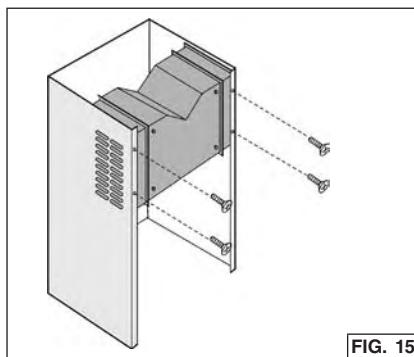

FIG. 15
3. Installez le collecteur dans le carneau décoratif supérieur à l'aide des 4 vis de 3,4 x 15 mm fournies, tel qu'indiqué. Fig. 15.